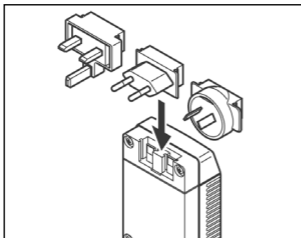

Bild 4 SNT-121A Netzteil/Ladegerät
3. Anderen Adapter wie zuvor beschrieben einsetzen (siehe Bild 4).